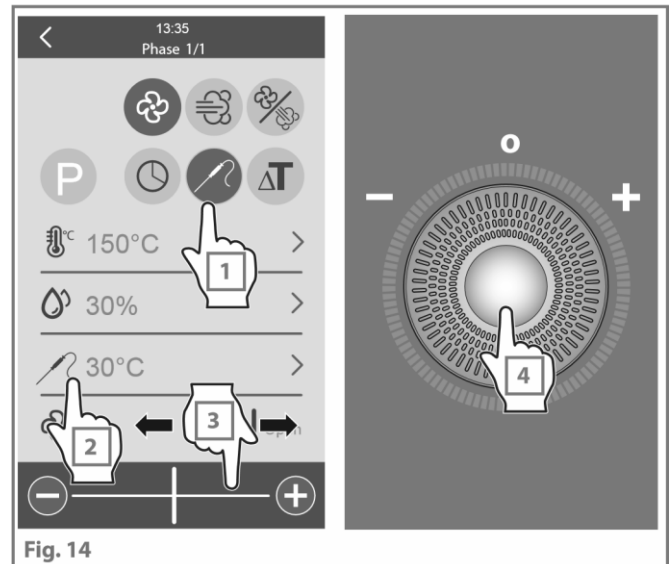

Fig. 14
**Configuración con sonda al corazón** (Fig. 14)